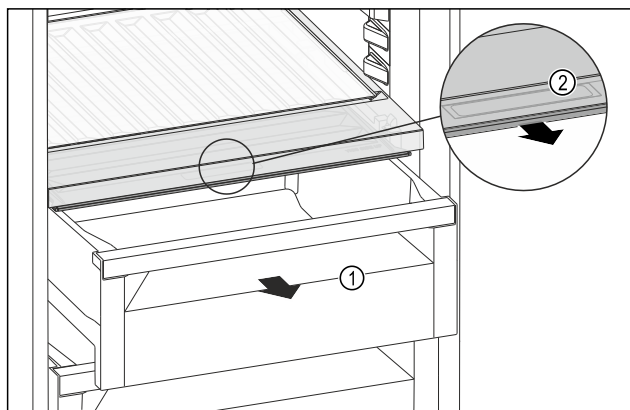

Fig. 116
- ▶ Extrageți sertarul Fig. 116 (1).
- ▶ Prindeți mânerul încastat Fig. 116 (2) de la capacul compartimentului și trageți concomitent capacul compartimentului spre partea frontală.